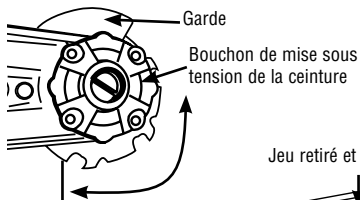

Fig.18
- Déposez les 4 vis de fixation de la ceinture (voir figure 18).
- Faire pivoter le bouchon de tension Fig 18 pour retirer le jeu de la ceinture fig. 19. On peut voir la lame bouger légèrement en faisant tourner le bouchon de mise sous tension de la ceinture.